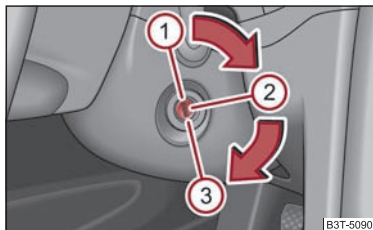

Fig. 126 Posiciones de la cerradura de encendido
- El motor se para girando la llave de contacto a la posición ① ⇒ página 124, fig. 126.